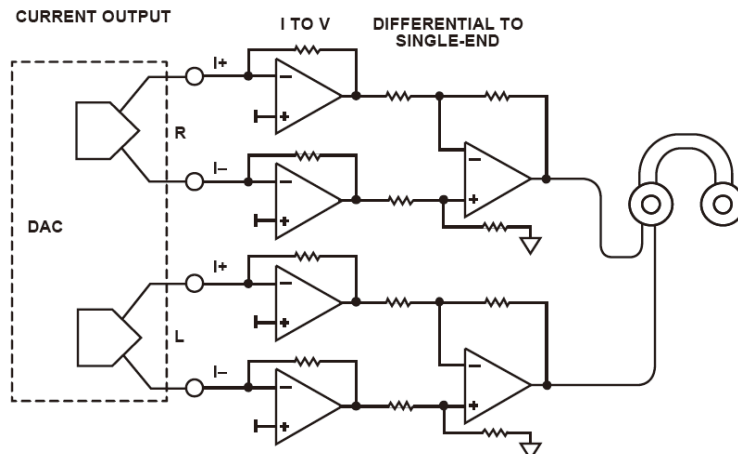
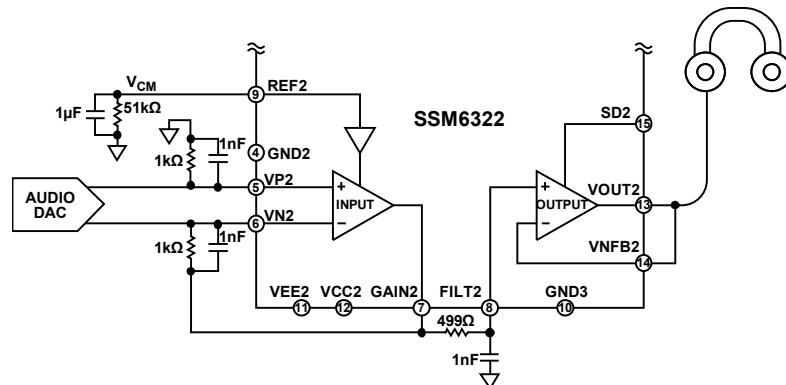

图41. 电流输出DAC配置
图46. 采用电流输出DAC的SSM6322电路
对于电流输出配置，需要一个电流转电压 (I 转 V) 电路来将左声道和右声道的差分电流信号转换为差分电压信号，后接一个差动放大器电路 (参见图 41)。
电流输出音频 DAC 通常用于实现最佳的 THD + N 性能 (参见图 41)。需要六个放大器和许多无源元件来执行电流模式信号调理，这会消耗更多的 PCB 面积和更多功耗。面积消耗和功耗是手机应用中的重要考虑因素。
在典型的电流输出 DAC 信号链中 (参见图 41)，四个放大器配置为 I 转 V 电路。同相输入连接到一个直流电压，其为 DAC 的输出共模电平，使 I+/I- 端子处的电压成为直流信号。该信号使 DAC 的两个内部源电阻 (R_{S1} 和 R_{S2}) 上的压降相同，从而使 DAC 实现最佳失真性能。
对于具有差分电流输出的音频 DAC，两个增益电阻将电流转换为电压（参见图 46）。电阻值取决于 DAC 输出满量程电流和输入级输出范围（采用 $\pm 5\text{ V}$ 电源时输出范围为 $\pm 3\text{ V}$ ）。假设 DAC 单端输出电流为 $\pm 1.5\text{ mA}$ ，差分电流为 $\pm 3\text{ mA}$ ，则使用两个 $1\text{ k}\Omega$ 增益电阻时，输入级的输出为 $\pm 3\text{ V}$ 。反馈电容与增益电阻并联，构成一个单极点低通滤波器。SSM6322 可以处理高达 $1\text{ k}\Omega$ 和 2.2 nF 的电阻电容组合。
输入级和输出级之间可增加 $499\text{ }\Omega$ 电阻和 1 nF 电容，形成第二个单极点低通滤波器，如图 46 所示。
- SSM6322 电路与典型的电流输出 DAC 信号链(参见图 41)不同,只有一个运算放大器执行差分 I 到 V 转换。同相接地电阻上的功率是固定的,但反馈电阻上的功率随输出信号而变化。这种可变性会造成两个电阻之间的不匹配,如果热量不能很好地消散,还会导致失真。建议使用低漂移(25 ppm/°C)的金属膜或薄膜电阻以避免这种情况(参见图 46)。